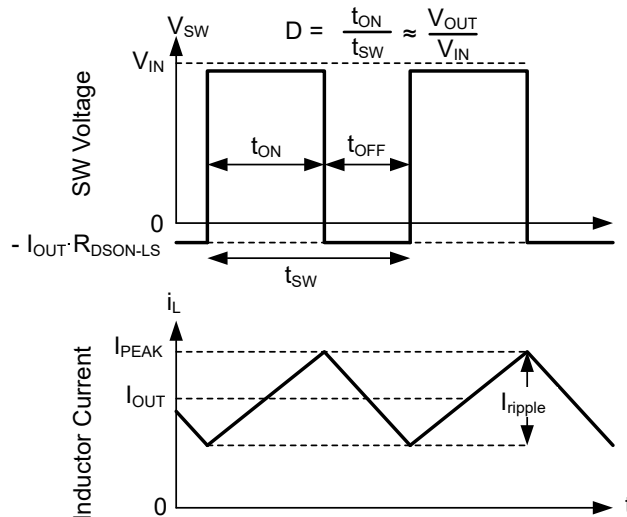

图 7-15. 连续导通模式 (CCM) 下的 SW 电压和电感器电流波形
有关器件的以下运行说明，请参阅节 7.2 和图 7-15 中的波形。在 CCM 中，该器件以变化的占空比 (D) 打开内部高侧 (HS) 和低侧 (LS) 开关，从而提供稳定的输出电压。在 HS 开关导通期间，SW 引脚电压 V_{SW} 摆动至大约 V_{IN} ，电感器电流 i_L 以线性斜率增加。HS 开关由控制逻辑关闭。在 HS 开关关闭时间 t_{OFF} ，LS 开关打开。电感器电流通过 LS 开关放电，这会强制 V_{SW} 通过 LS 开关两端的压降摆动到地电位以下。转换器环路调节占空比以保持恒定的输出电压。D 由 HS 开关在开关周期内的导通时间定义：